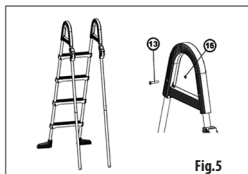
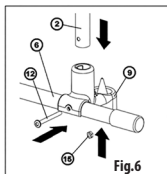

Fig. 5
Fig. 6
Sätt på stödben tillsammans med de förmonterade plastbågar och övre fästena i bakre fotsteg, skruva ihop med de medföljande skruvar (13) och muttrar (15). (Fig. 5) Skjut in nedre halkskydd (9) i stödben underifrån och sätt in stagörret (6). Skruv på fästena tillsammans med stagörret med de medföljande skruvar (12) (Fig. 6). Dra fast de nedre fästena tills du satt ihop fotstegen och den avtagbara delen satts på plats.